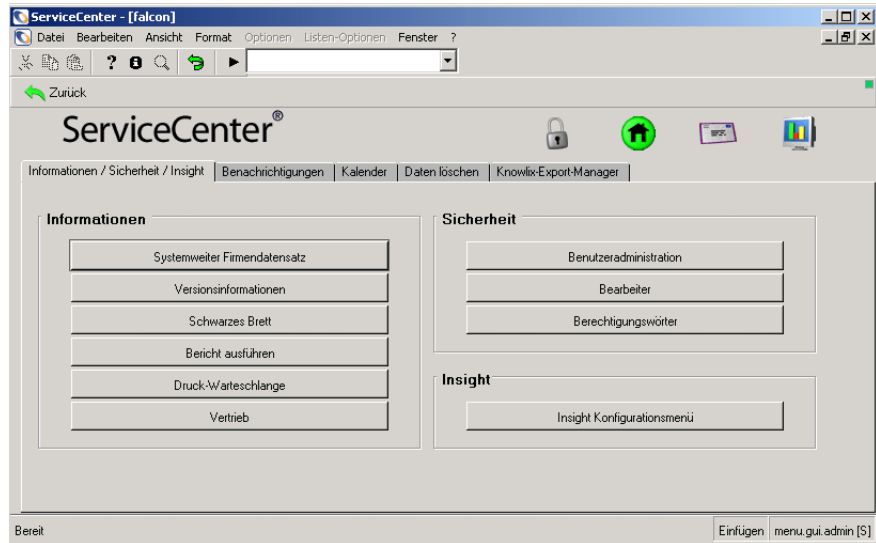

Abbildung 7-11: Register „Informationen / Sicherheit / Insight“
- 2 Klicken Sie auf **Verwaltung**. Abbildung 7-11 auf Seite 203 zeigt das Menü **Verwaltung**.